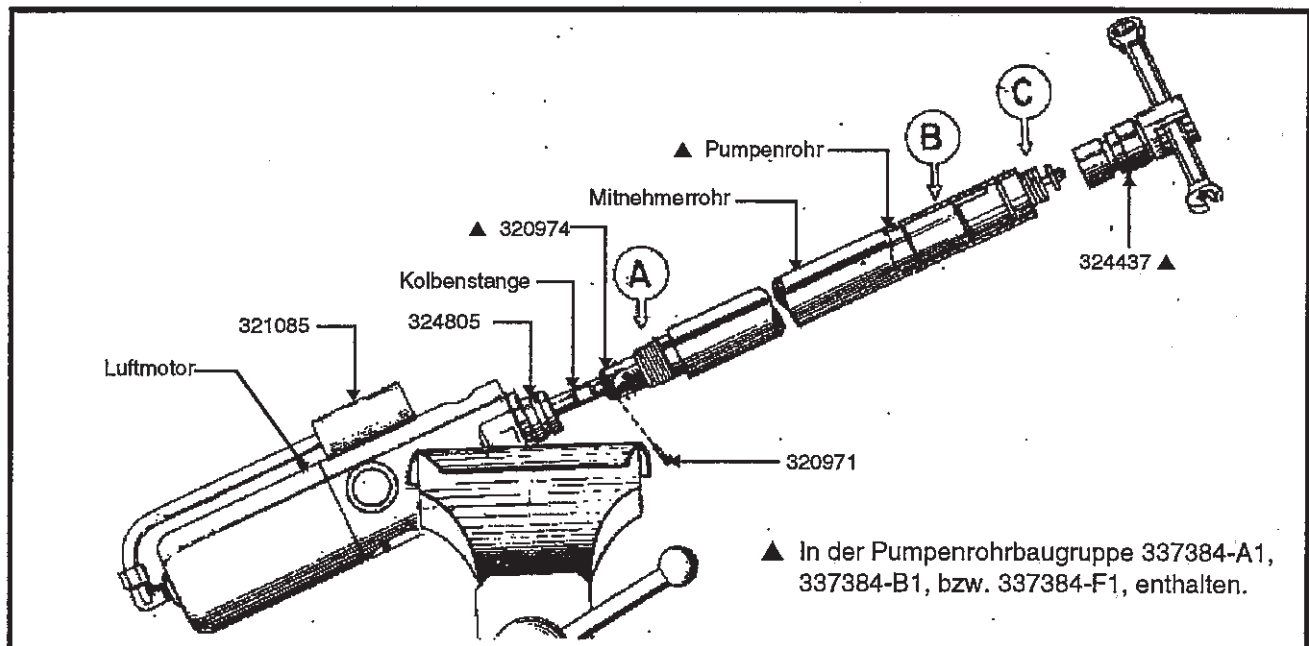

Abbildung 4: Den Luftmotor von der Rohrbaugruppe 337384-A1 bzw. 337384-B1 lösen
Den Luftmotor wie folgt von der Rohr- und Stangenbaugruppe trennen (Siehe Abbildung 4).
3. Die Rohr-und-Stangenbaugruppe 337384-A1, 337384-B1 bzw. 337384-F1 wird an einer der drei Verbindungsstellen gelöst: (Siehe Abbildung 4).
- d. Den verbleibenden Teil des Pumpenrohrs vom Adapter 324805 anschrauben, um die Kupplung 320974 freizulegen. Den Stift 320971 mit einem Locheisen angemessener Größe aus der Kupplung herausklopfen. Die Kupplung von der Kolbenstange des Luftmotors abschrauben. DEN STIFT NICHT VERLIEREN. (Siehe Abbildung 4).
- b. Den Stift 320971 mit einem Locheisen angemessener Größe aus der Kupplung 320974 herausklopfen, und die Kupplung von der Kolbenstange des Luftmotors abschrauben. DEN STIFT NICHT VERLIEREN. (Siehe Abbildung 4).
2. Die Gegenmutter 320712 lösen und zusammen mit der Unterlegscheibe 320713 von der Ansaugstange 330329 entfernen. Die Stange kann mit einem in das Loch "D" eingesteckten Stift oder Nagel gehalten werden (Siehe Abbildung 4).
27. Den Luftmotor in der in Abbildung 4 dargestellten Weise in einen Schraubstock einspannen und vollständig zusammenbauen.